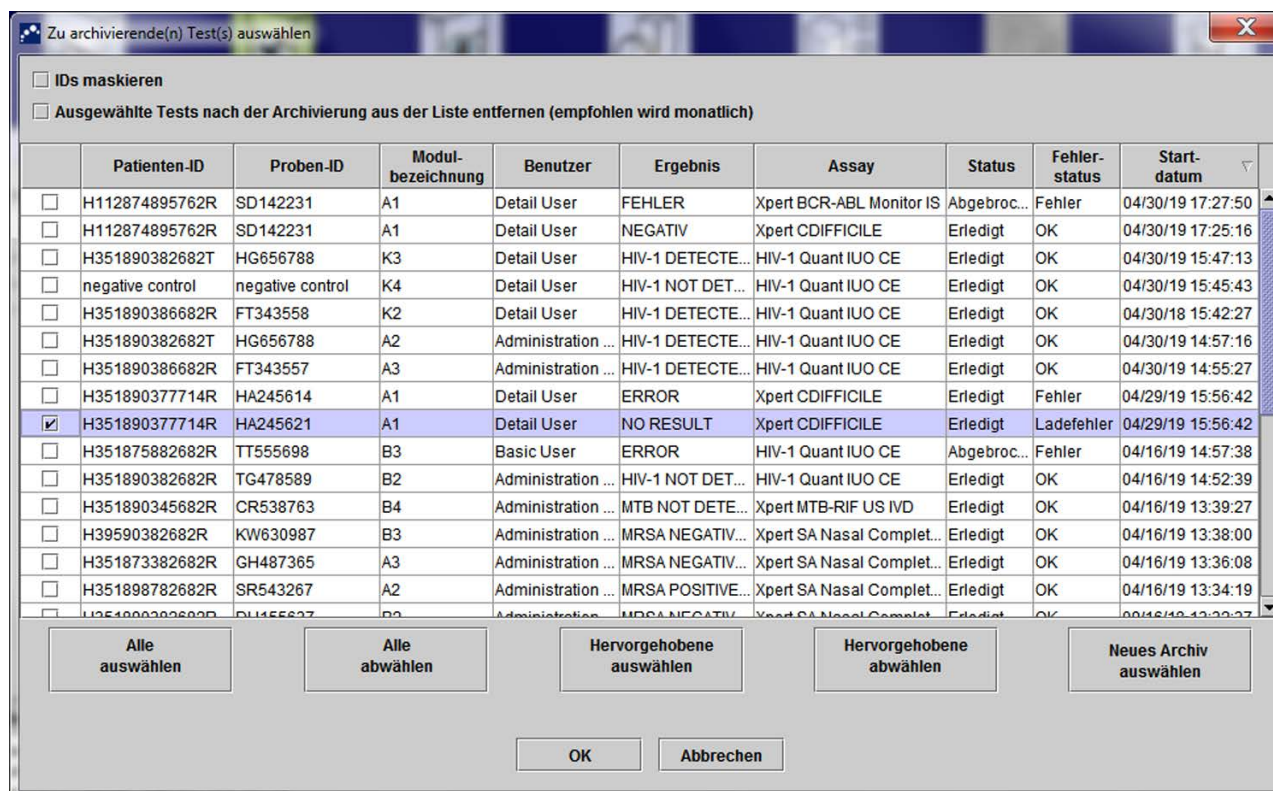

Abbildung 2-98. Fenster „Zu archivierende(n) Test(s) auswählen“
- Wenn Sie archivieren möchten, klicken Sie im Dialogfeld „Erinnerung für Testarchivierung“ auf **Ja** (vgl. Abbildung 2-97), um den Abschaltvorgang mit Archivieren fortzusetzen. Daraufhin wird das Dialogfeld „Zu archivierende(n) Test(s) auswählen“ angezeigt. Siehe Abbildung 2-98.